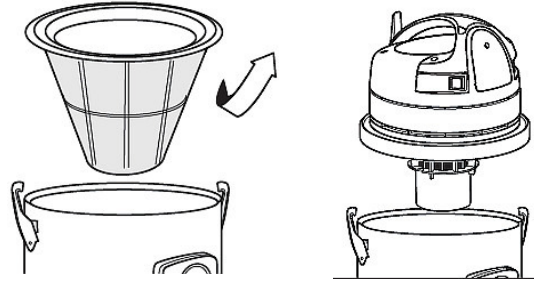

Abb. 9: Einbau des Filters
Schritt 1: Nehmen Sie den Polyester Filter aus dem Behälter. Montieren Sie das Kopfteil auf den Behälter und befestigen es mit Hilfe der Haken (Abb.9).